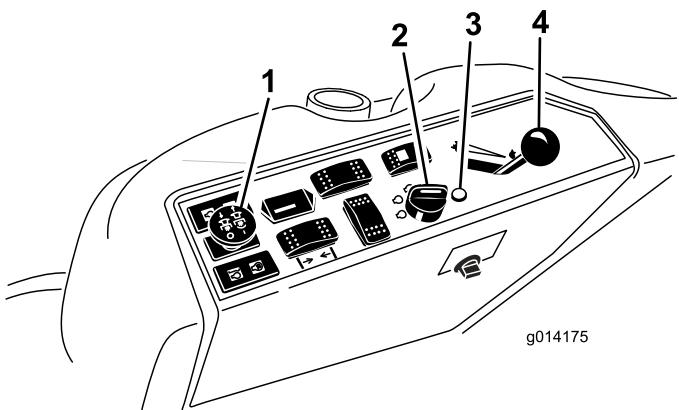

図9
- PTOスイッチをOFF位置とする(図9)。
- スロットルレバーをFastとSlowの中間にセットする(図9)。